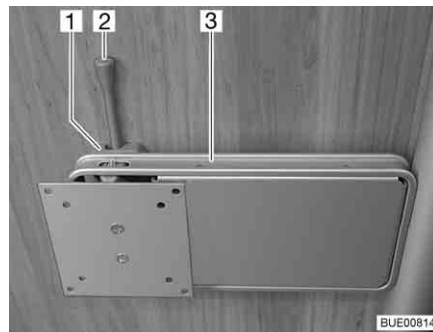

Bild 59 Halterung an Säule
- Den Entriegelungshebel (Bild 59,2) zur Seite drücken und die Halterung (Bild 59,3) mit dem Flachbildschirm in die gewünschte Position drehen.
- Flachbildschirm zurückdrehen, bis die Halterung (Bild 59,3) in die Verriegelung (Bild 59,1) einrastet.